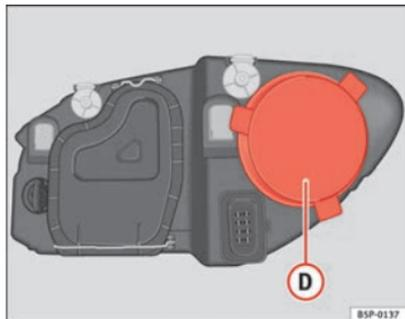

Fig. 194 Luz de presença
- Retirar a tampa ⇒ Fig. 194 **D**, puxando-a.